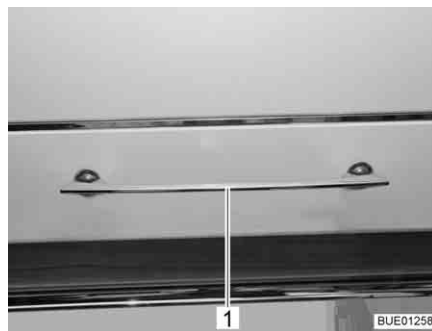

Fig. 59 Trampilla de mueble con tirador de desbloqueo
- Presionar hacia abajo el tirador de desbloqueo (Fig. 59,1) y mantenerla presionada.